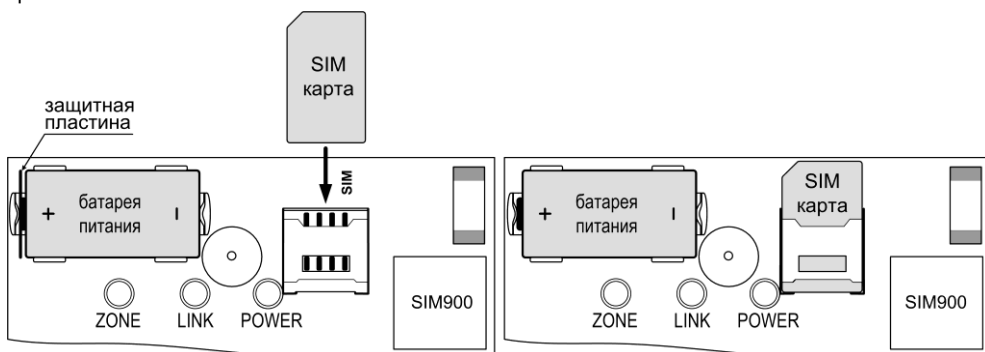

Рис.15 Установка SIM карты
SIM карта устанавливается при полностью отключенном питании прибора (нет 220В и отключена батарея питания) в разъем (слот) X2, контактами к плате, срезом – как показано на рис.15.
2. Убедитесь, что SIM карта установлена в соответствии с рис.15, либо установите SIM карту (если не установлена) – см. рис.15.
3. Подключите батарею питания - извлеките защитную пластину из контактов батареи питания (см. рис.15) или установите батарею питания, соблюдая полярность (если она была извлечена).